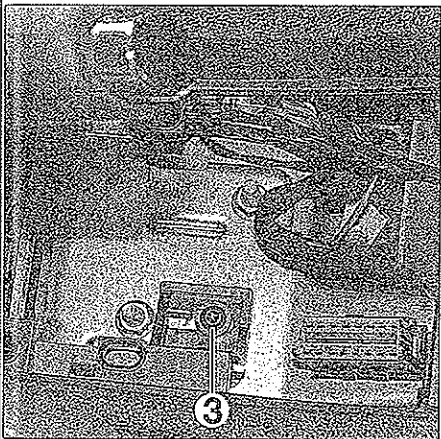

FIG. 40
- el tornillo central (3) cerca de la toma de diagnóstico (fig. 40).